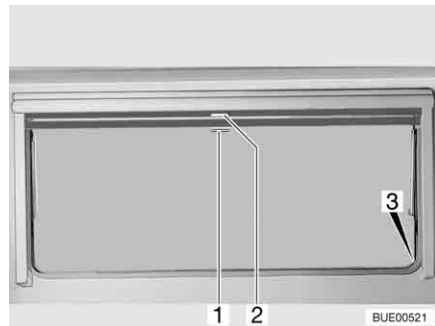

Fig. 100 Finestra apribile
- Tirare verso il basso l'oscurante a rullo accompagnandolo con la maniglia (Fig. 100,2). Quando si chiude completamente l'oscurante a rullo esso va agganciato da entrambi i lati al telaio della finestra nell'apposito elemento di fissaggio (Fig. 100,3).
- Quando l'oscurante a rullo è completamente chiuso: Spingere la maniglia (Fig. 100,2) verso il basso tirandola leggermente verso l'interno. Sganciare l'oscurante a rullo dagli elementi di fissaggio a destra e a sinistra del telaio della finestra.
- Quando l'oscurante a rullo si trova in posizione intermedia: Tirare la maniglia (Fig. 100,2) leggermente verso il basso finché l'elemento di fissaggio non si è sganciato.
- Tirare la maniglia (Fig. 100,1) della zanzariera a rullo verso il basso e agganciarla all'elemento di fissaggio (Fig. 100,3) su entrambi i lati del telaio della finestra.
- Spingere la maniglia (Fig. 100,1) verso il basso tirandola leggermente verso l'interno. Sganciare la zanzariera a rullo dagli elementi di fissaggio a destra e a sinistra del telaio della finestra.